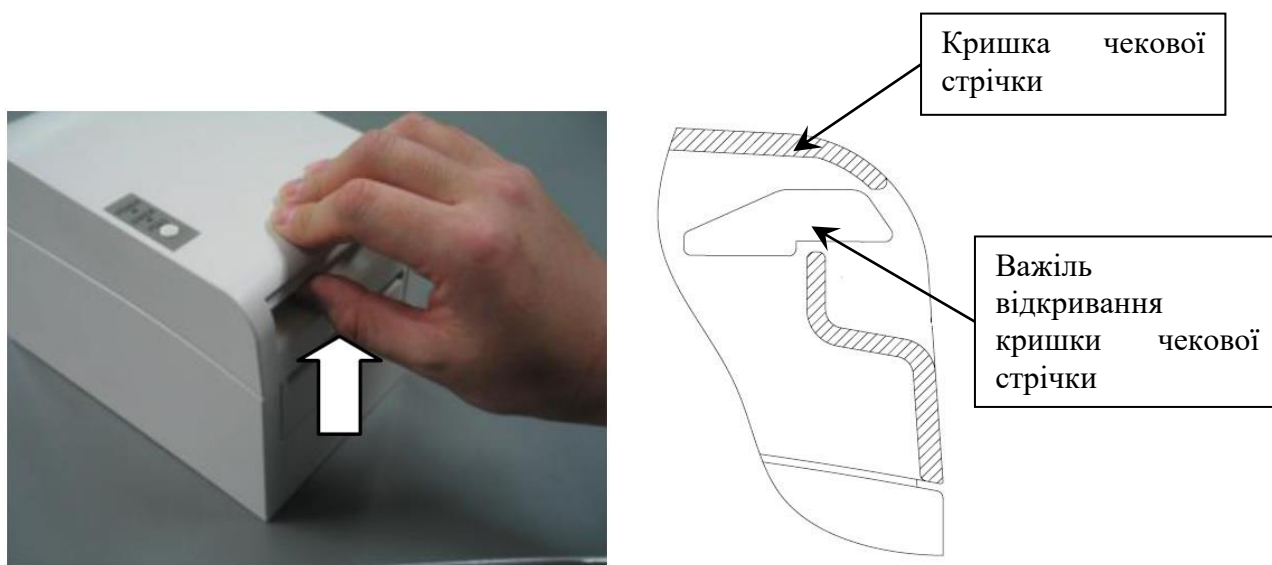
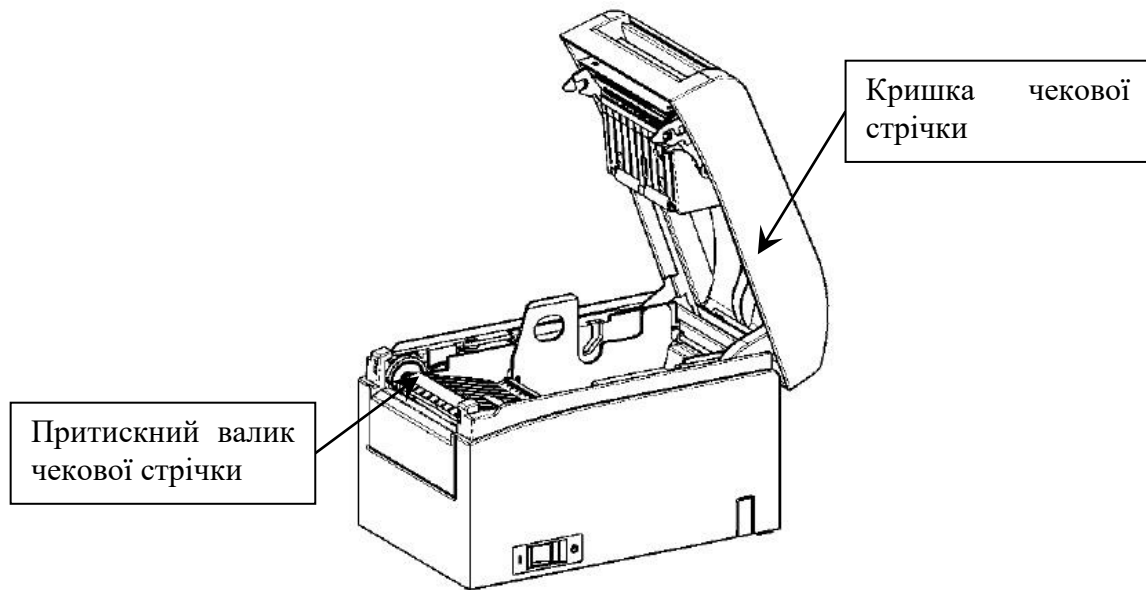

Рисунок 6
Рисунок 7
- натисніть важіль відкривання кришки (рисунок 6) та відкрийте кришку чекової стрічки (рисунок 7).
- натисніть кнопку (рисунок 6) та відкрийте кришку чекової стрічки (рисунок 7);